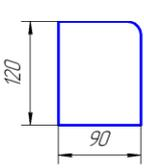

Рис. 1
2. Создание чертежа начинаем с построения прямоугольника. При помощи команды **прямоугольник**  на **Панели инструментов геометрии** . На **Панели свойств** задаем размеры высота 120 мм, ширина 90 мм и ставим прямоугольник на формат рис.1.